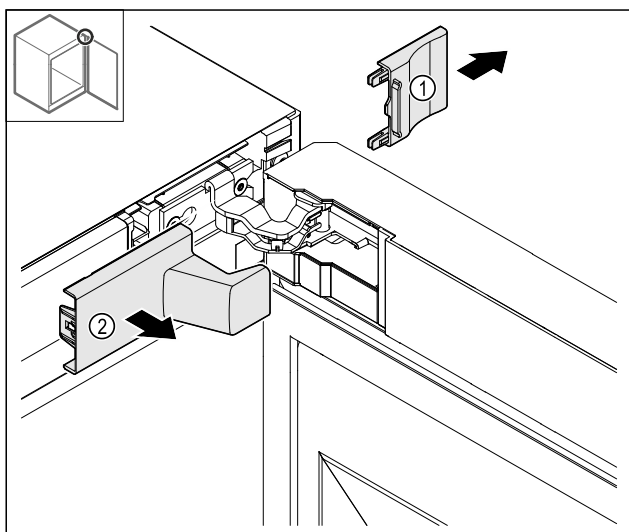

Fig. 13
- Odstraňte kryt Fig. 13 (1) a pak Fig. 13 (2).